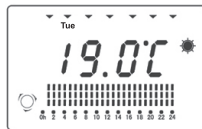

fig. 2
2. Apăsați odată butonul Mod, până când pe ecran apare modul „Setare setări personale pentru fiecare zi a săptămânii” (fig.2)